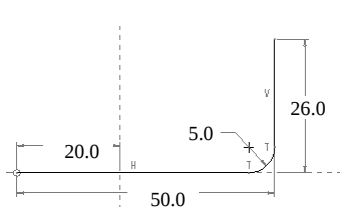

图 11.4.3 截面草图
(2) 定义草绘平面。选取 **RIGHT** 基准平面作为草绘平面。
(3) 草绘平面的定向。
① 指定草绘平面的参考平面：先在“草绘”对话框的“参考”文本框中单击，再单击图形区中的 **FRONT** 基准平面。
② 指定参考平面的方向：单击对话框中 **方向** 后面的  按钮，在弹出的列表中选择 **底部** 选项。
(4) 单击对话框中的 **草绘** 按钮。这时系统进行草绘平面的定向。从图中可看到，现在草绘平面与屏幕平行放置，并且 **FRONT** 基准平面橘黄色的一侧面朝向屏幕的底部。至此系统就进入了截面的草绘环境。
Step5. 创建特征的截面草绘图形。拉伸特征的截面草绘图形如图 11.4.3 所示，创建特征截面草绘图形的步骤如下：
(1) 定义草绘参考。在进入 **Creo1.0** 的草绘环境后，系统会自动为草图的绘制和标注选取足够的参考（如本例系统默认选取了 **TOP** 和 **FRONT** 基准平面作为草绘参考），所以系统不再自动打开“参考”对话框。在此我们不进行操作。
(2) 创建截面草图。绘制并标注图 11.4.3 所示的截面草图。完成绘制后，单击“草绘”工具栏中的“确定”按钮 。